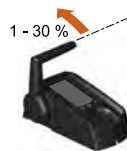

Fig. 72: Campo 1-30%
4. Portare la leva dell'acceleratore sul campo , **vedere "Fig. 72: Campo 1-30%"**.